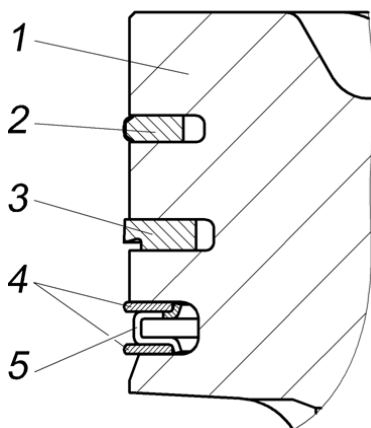

Рис.18. Поршневые кольца:
**Поршневые кольца** (рис.18) устанавливаются по три на каждом поршне: два компрессионных и одно маслосъемное.